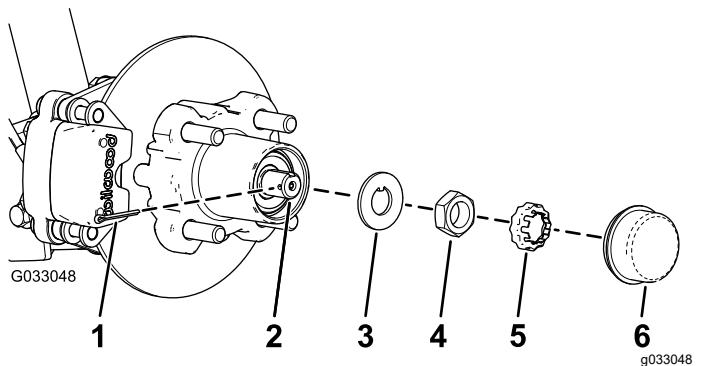
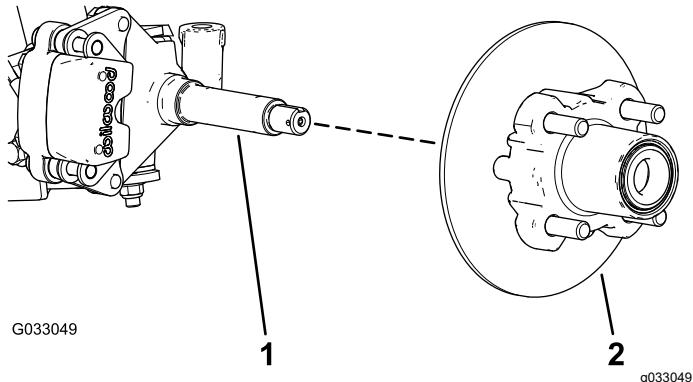

Рисунок 23
Рисунок 24
- Снимите пылезащитную крышку со ступицы (Рисунок 23).
- Снимите шплинт и держатель гайки с оси и гайки оси (Рисунок 23).
- Снимите гайку оси с оси и отделите ступицу и тормозной диск в сборе от оси (Рисунок 23 и Рисунок 24).